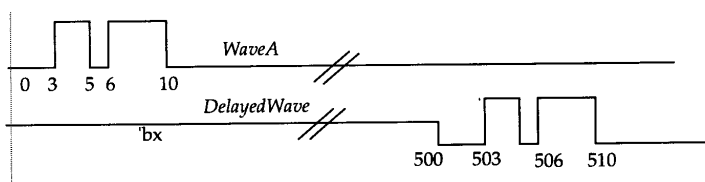

图12-6 传输时延实例
*always*语句中包含带有语句内时延的非阻塞性赋值。*WaveA*上的任何变化以后都会使*DelayedWave*在延迟*TRANSPORT\_DELAY*时获得调度。结果在*WaveA*上出现的波形在被延迟*TRANSPORT\_DELAY*后出现在*DelayedWave*上；这种时延波形的实例如图12-6所示。